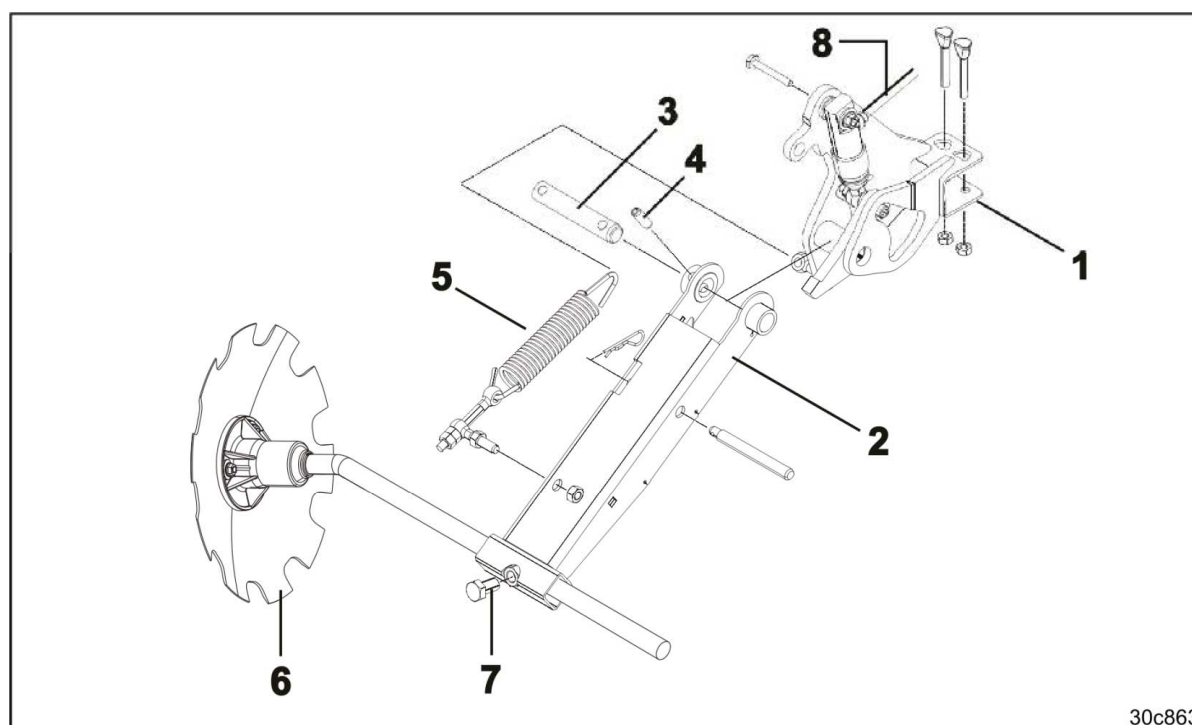

Рис. 75
1. Приверните насадной кронштейн (Рис. 75/1) к выравнителю типа "Ехакт".
2. Закрепите кронштейн (Рис. 75/2) диска маркера с помощью пальца (Рис. 75/3) и законтрите его распорным штифтом (Рис. 75/4).
3. Зацепите натяжную пружину (Рис. 75/5).
4. Вставьте диск (Рис. 75/6) маркера в кронштейн и закрепите болтами (Рис. 75/7).
5. Подключите гидравлический шланг (Рис. 75/8) к гидравлическому цилиндру.
6. Закрепите гидравлический шланг (Рис. 75/8) хомутами.
Устройства переключения техколеи с двойным переключением или переключением 6+ оснащаются только одним диском (Рис. 75/6) маркера. Ширина колеи пропашного трактора нарезается при движении по полю вперед и назад.